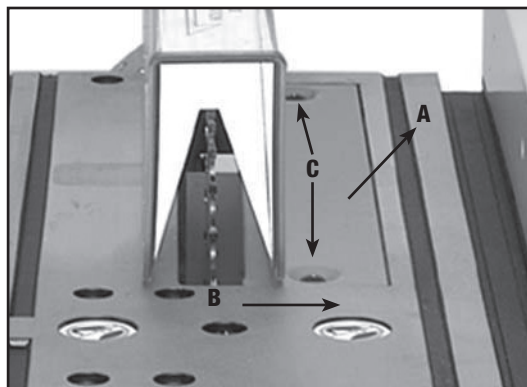

Fig. 33A
1. Revise que el inserto para mesa (A), Fig. 33A, esté a ras, o apenas debajo, de la superficie de la mesa (B) en el borde delantero del inserto y a ras, o apenas por encima, de la superficie de la mesa en el borde trasero del inserto.
2. Si el inserto para mesa está por encima de la superficie de la mesa, ajuste los dos tornillos del inserto (C), Fig. 33A, para hacerlo descender.